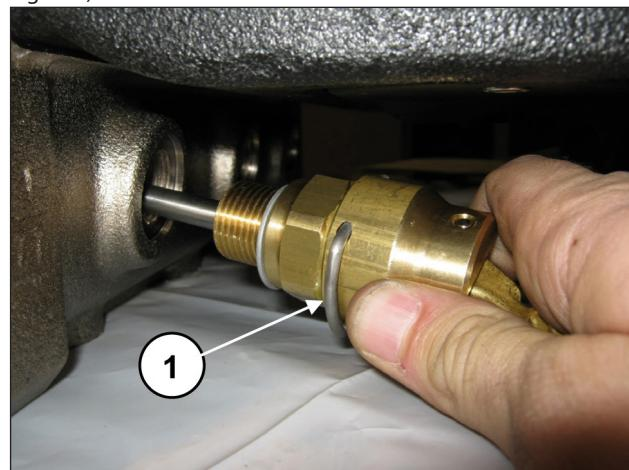
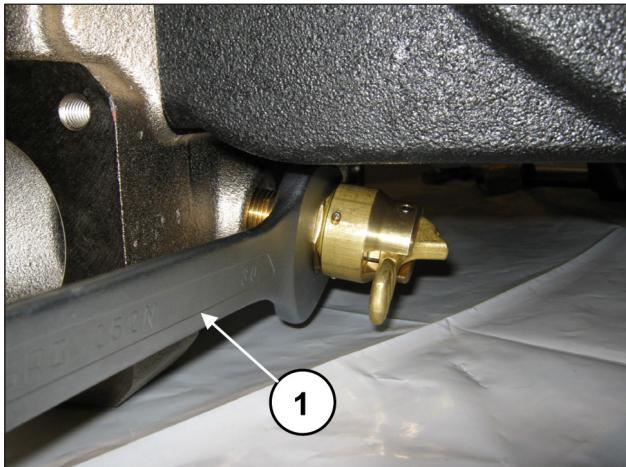

Fig. 164
Fig. 165
Aplique os dispositivos de abertura da válvula (pos. ①, Fig. 164) e solte-os mediante a chave de 30 mm (pos. ①, Fig. 165).